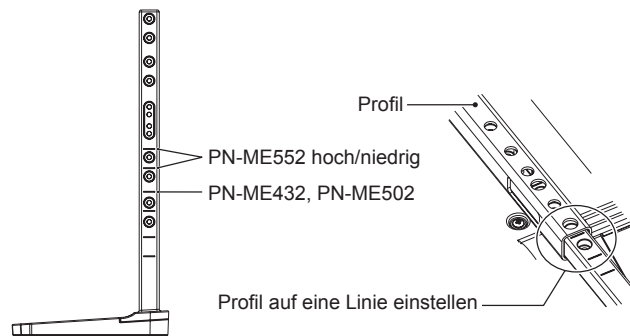

Abbildung 1
1. Die Linien auf der Tragsäule dienen zum Einstellen der Höhe (Abbildung 1). Bitte stellen Sie das Profil auf die Linien ein.